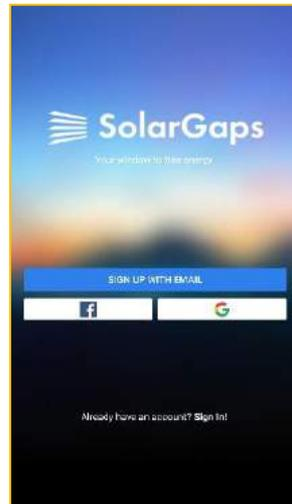

Abbildung 1
10.1.1. Die SolarGaps App öffnen (Abb. 1).